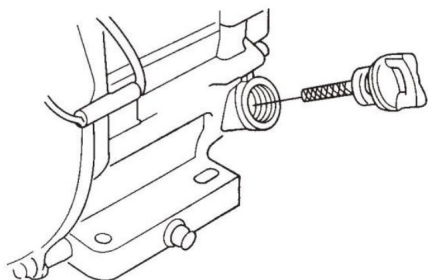

FIG.2
7.2.2 Rimuovere l'astina di riempimento dal foro di riempimento dell'olio motore (FIG. 2) e puliscilo.